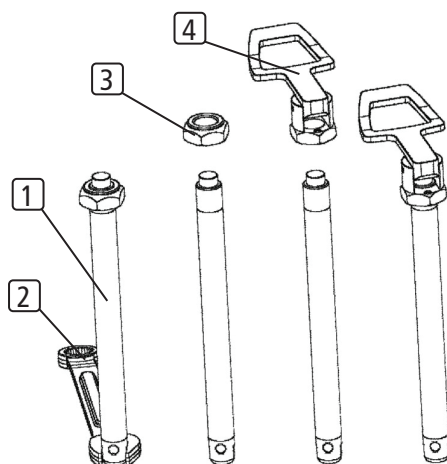

Figure 1
Tout d'abord, l'écrou du QRA est retiré et remplacé par la poignée Tetra (voir figure 1). L'écrou (3) du QRA est dévissé du QRA (1) à l'aide d'une clé plate de 11 mm (2) et d'une clé polygonale ou d'une clé plate de 19 mm. À la place de l'écrou, la poignée Tetra (4) est vissée sur le QRA jusqu'à ce que la poignée Tetra, dans la position visible sur la figure 1, touche juste légèrement le bouton. Une fois la poignée Tetra vissée en position, la position est fixée en serrant légèrement la vis de blocage (5). Pour cela, il faut utiliser une clé Allen de 1,5 mm. Ensuite, la roue du fauteuil roulant est insérée avec l'axe dans le fauteuil roulant et le jeu est vérifié dans le sens axial. Un léger jeu est autorisé. Le jeu axial peut être réduit en serrant la vis d'ajustement (5). Pour cela, il faut utiliser une clé Allen de 2 mm. La vis d'ajustement ne doit pas dépasser de plus de 1,5 mm sur la face inférieure. L'application d'une huile de mécanique de précision sans résine ni acide sur toutes les pièces mobiles de la poignée Tetra et de l'axe est autorisée pour soutenir le fonctionnement.